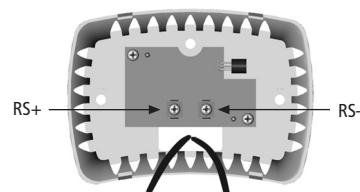

Figure 2
3. Tirer les fils identifiés par l'ouverture à l'arrière du boîtier du capteur. (Figure 2) Fixer le capteur au mur avec les deux vis fournies et mettre de niveau pour l'apparence à l'aide des coins du bas.